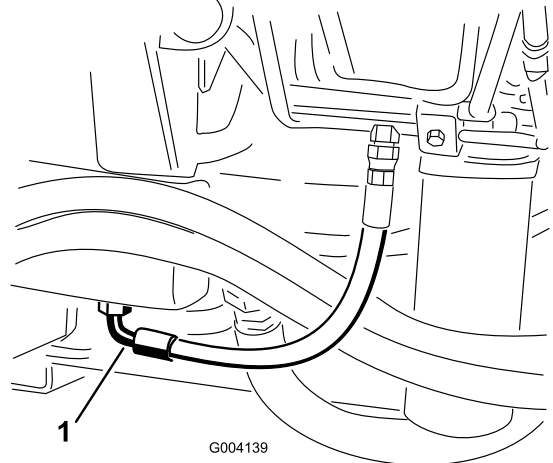

Figura 68
2. Coloque um recipiente de escoamento grande debaixo do encaixe preso à parte de baixo do reservatório do fluido hidráulico (Figura 68).